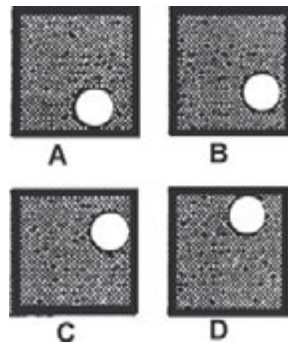

Figure 5 - Orientation du bloc d'arrêt
Étape 1 Il existe quatre positions dans lesquelles vous pouvez insérer le bloc d'arrêt carré (n°3) pendant le cintrage. Les quatre positions (vues lorsqu'on regarde le bloc d'arrêt carré de bas en haut) sont identifiées dans ce manuel par une lettre, soit A, B, C et D. Voir la **Figure 5** pour connaître la lettre et la position correspondante du bloc d'arrêt carré.
- Étape 3 Insérez le bloc d'arrêt carré (n° 3) dans le premier orifice de l'ensemble de bague/récepteur de matrice (n° 10). Orientez celui-ci de la façon indiquée au point B (voir la **Figure 5**).